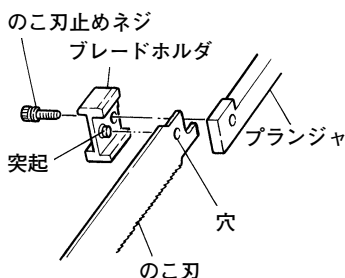

図 4
- (2) のこ刃をプランジャとブレードホルダの間にさし込み、ブレードホルダの突起にのこ刃の穴を入れます。(のこ刃を手前に引張り、抜けてこないことを確認します。)(図4)
- (3) のこ刃止めネジを六角棒スパナで締付け、のこ刃を十分に固定します。
- (4) ブレードホルダは両面とも同じ形状をしています。片面が摩耗してガタ等が大きくなったら、もう片面をご使用ください。
**注** • 作業終了後、プランジャ部に切粉・土・砂・水分などを付着したままにしておくと、プランジャ部(図4参照)がさびついて機体内部の故障の原因になるので、必ず清掃して保管してください。